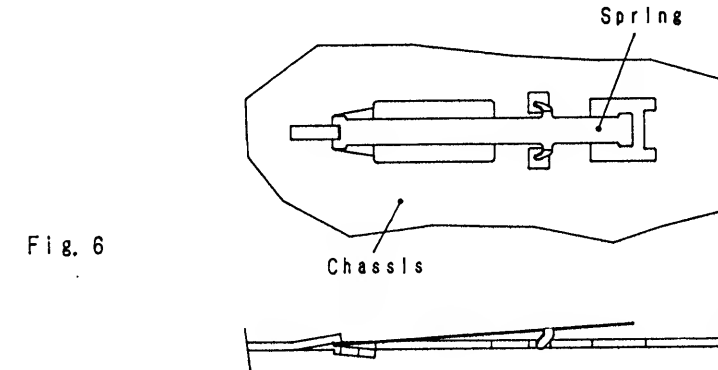

Fig. 6
1. Place the spring onto the chassis as shown in Fig.6.
1. Fig.6に示す様スプリングをシャーシに置きます。